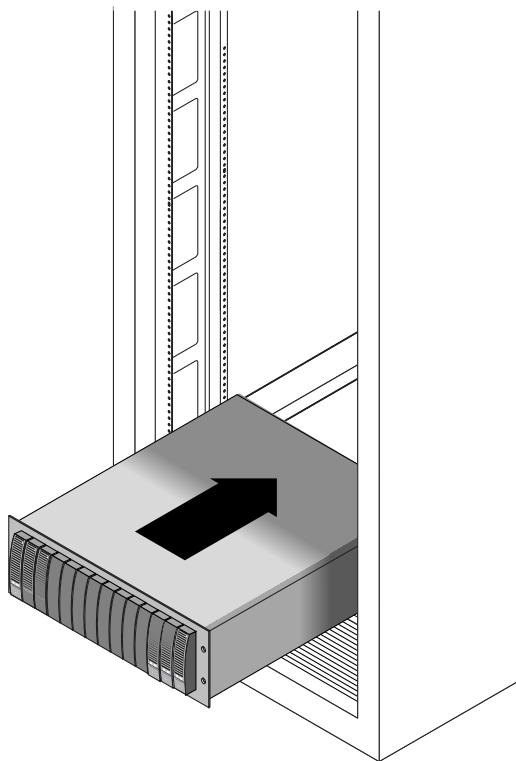

図 2-10 格納装置のキャビネットへの挿入
3. 格納装置をキャビネット内に慎重にスライドさせ、格納装置の正面のフランジがキャビネットの垂直レール面に触れるまで挿入します (図 2-10)。